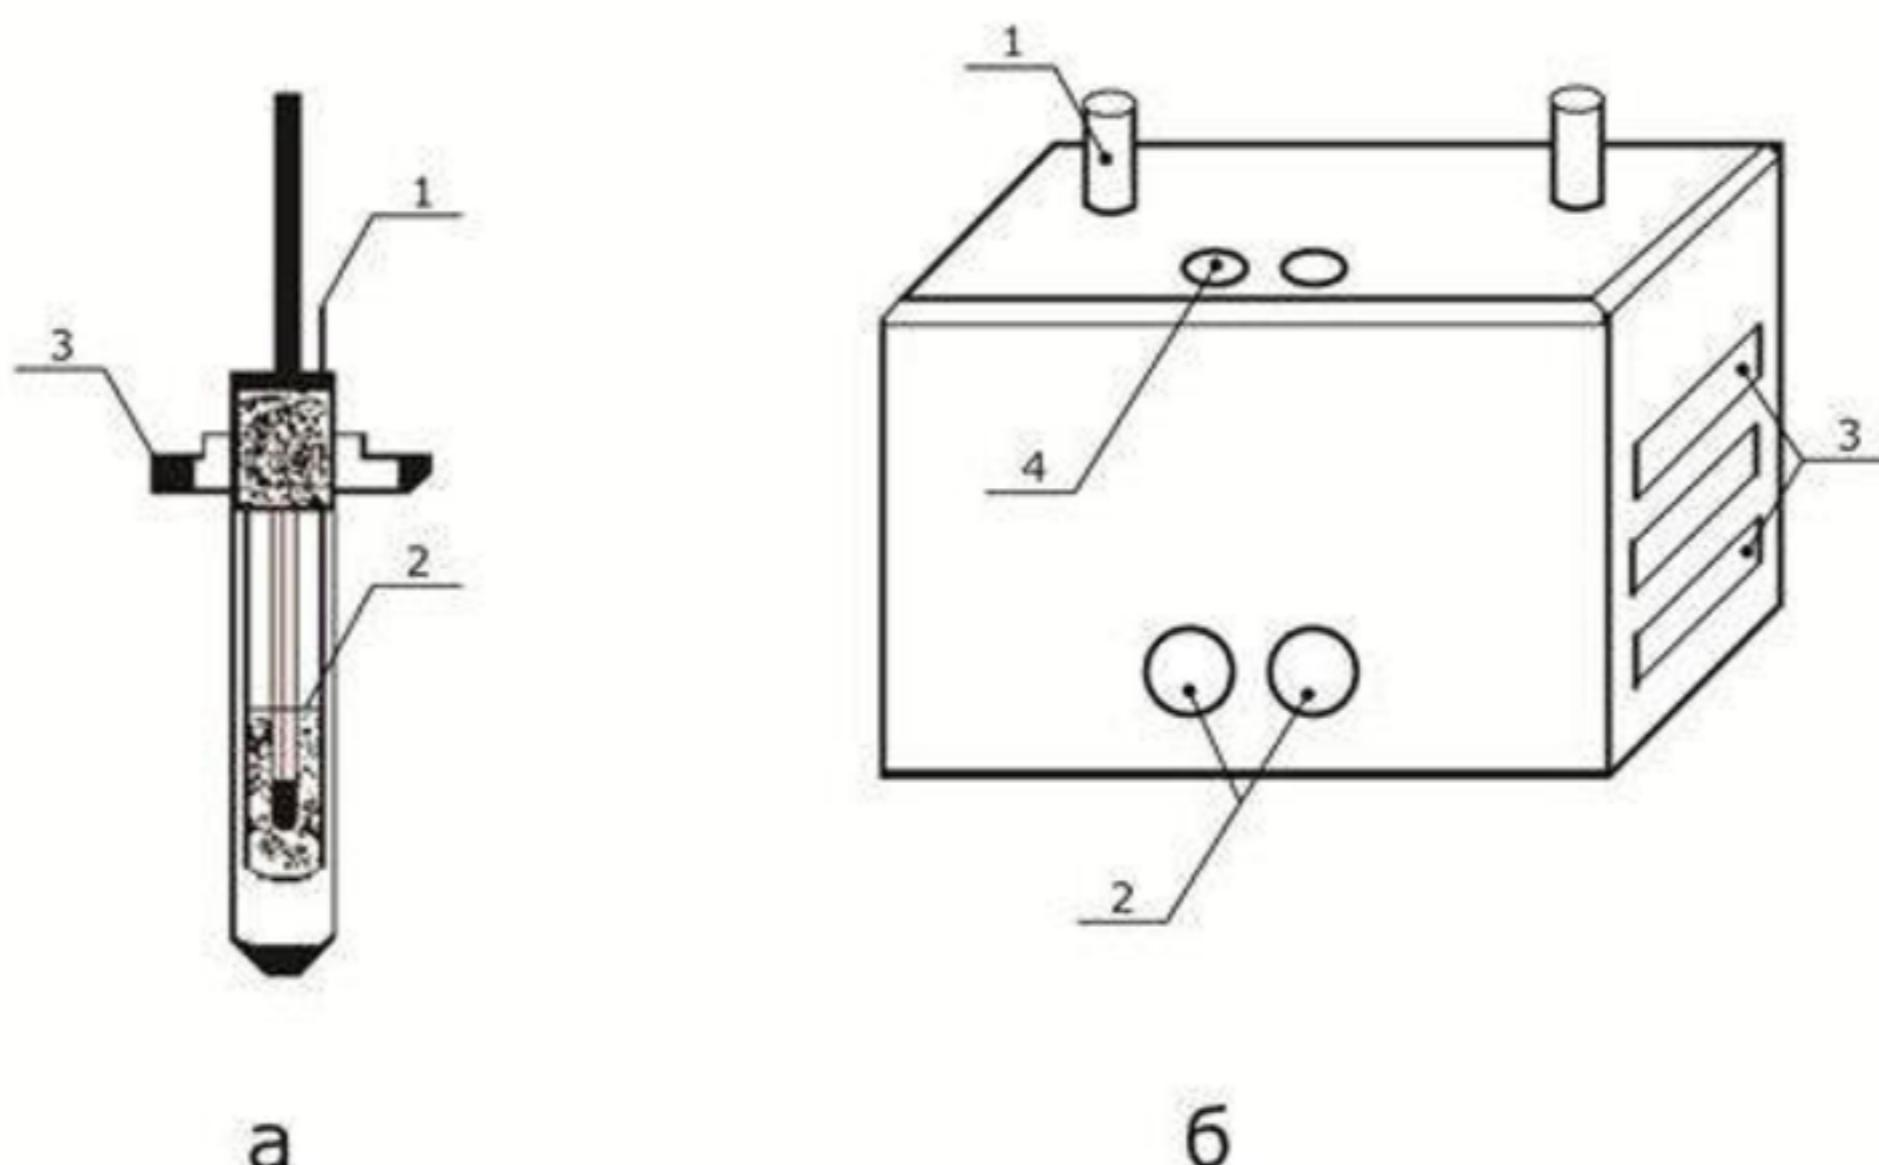

Рис. 3.3. Прибор для определения температуры помутнения дизельного топлива
Для этого опыта применяют стеклянные пробирки с двойными стенками (рис. 3.3, а). Охлаждают пробирки с испытуемым топливом в терmostатирующем устройстве - сосуде емкостью не менее двух литров. Стенки сосуда должны иметь тепловую изоляцию. Сосуд закрывают крышкой. Охладительную смесь в сосуде и испытуемый продукт перемешивают ручной или механической мешалкой.
Испытуемое топливо, нагретое до $+18\ldots 20^{\circ}\text{C}$, тщательно перемешивают, заливают в две пробирки с двойными стенками до кольцевой метки 2 (рис. 3.3, а). Если боковые отростки пробирки не запаяны, то в ее наружную часть для предупреждения появления росы на стенках наливают 0,5…1 см серной кислоты. Пробирку закрывают корковой пробкой, в которой укреплен термометр (3) и через которую проходит мешалка (1). Мешалки могут быть ручными или механическими, из стекла или металла. Пробирка с испытуемым дизельным топливом охлаждается в цилиндрическом сосуде со смесью из спирта и диоксида углерода. Сосуд снабжен тепловой изоляцией, в его крышке находятся отверстия для пробирки, термометра и подачи твердого диоксида.
Прибор для определения температуры застывания показан на рис. 3.3, а. Испытуемое топливо заливают в пробирку и помещают в стеклянную пробирку-муфту. Сверху пробирку-муфту закрывают пробкой. Прибор помещают в сосуд с охлаждающей смесью. При проведении опыта дизельное топливо перемешивают мешалкой (1), температуру измеряют термометром (3).